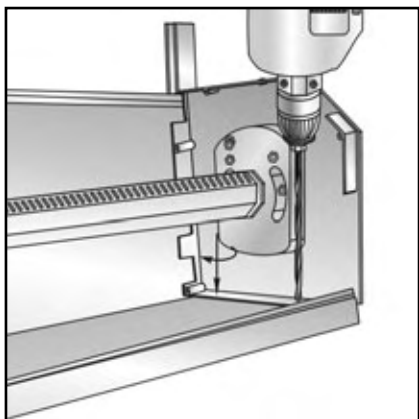

рис. 9
- при встроенном монтаже сверлить по два отверстия в верхней отбортовке каждой крышки (рис.9);